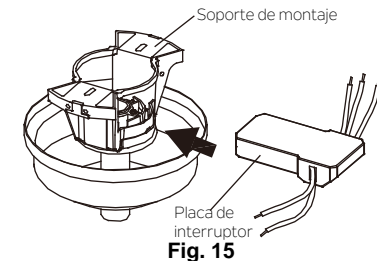

Fig. 15
Paso 1. Insertar el receptor en el soporte de montaje y manténgalo plano en oposición al techo. (Fig. 15)